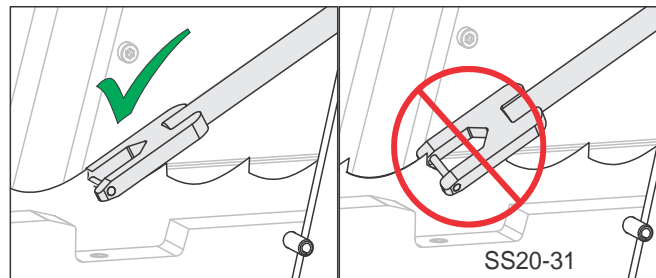

FIG. 3-7
- Posicione o pino da lingueta na garganta do dente com a alavanca de frente para o pino de trava. A alavanca e o pino devem apoiar-se firmemente, mas não empurrar o dente. O garfo que segura o pino deve permanecer em posição perpendicular à lâmina. Ver fig. 3-7